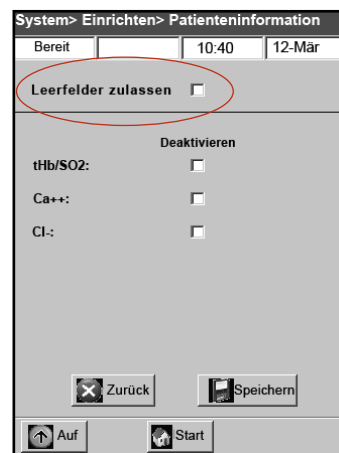

Abbildung H-11: Bildschirm System > Einrichten > Gemessene Parameter
4. Tippen Sie auf **Unterdrückung zulassen** (Abbildung H-11). Durch Unterdrücken der Parameter werden die gewählten Parameter ausgeschaltet und die Durchführung der Messung deaktiviert. Das ermöglicht Ihnen auch, zu verhindern, dass ein gemessener Parameter auf einem gedruckten Bericht erscheint, nachdem die Messung durchgeführt wurde.